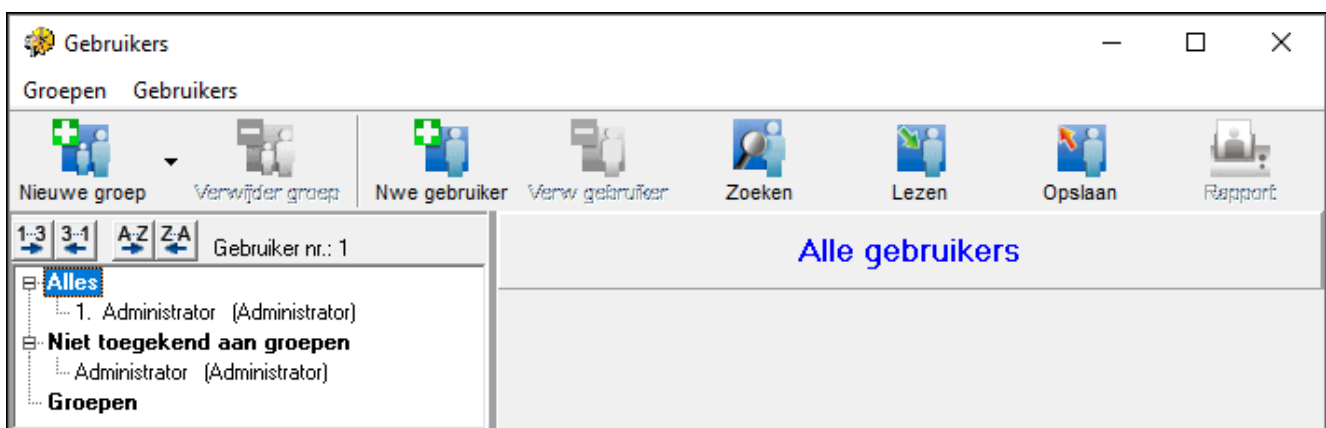

Fig. 24. GEBRUIKERS scherm.
1. Klik op de knop GEBRUIKERS in de menubalk (zie Fig. 22). Het GEBRUIKERS scherm zal worden weergegeven (zie Fig. 24).
20. De procedure voor het toevoegen van gebruikers wordt beëindigd door op de OPSLAAN knop te klikken (zie Fig. 24).
1. Klik op de GEBRUIKERS knop in de menu balk (zie Fig. 22). Het GEBRUIKERS scherm zal worden geopend (zie Fig. 24).